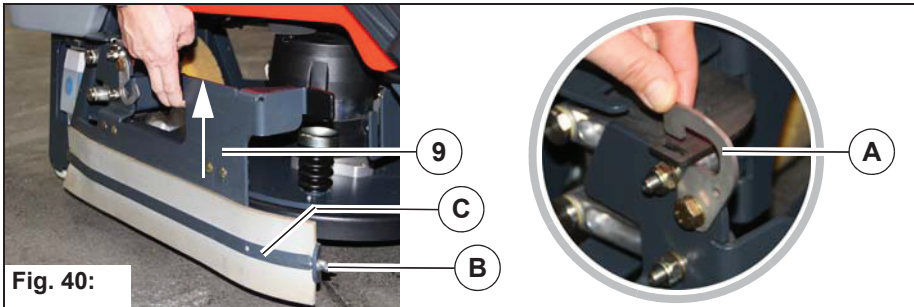

Fig. 40:
1. Løsne vingemutter **Fig. 40-B**.
2. Fjern spennbånd **Fig. 40-C**.